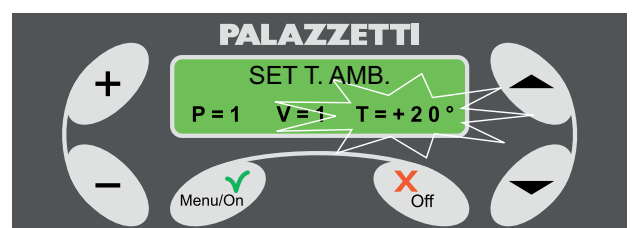

Fig. 1.7.4
- 1) "MENÜ TIMER" wählen (Abb. 1.7.4) und Menü/On drücken.